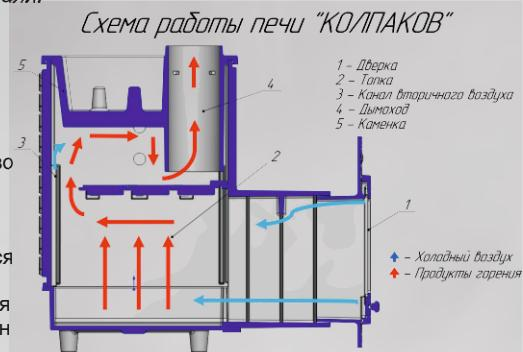

Рисунок 3
1.4.3 Процесс сжигания дров осуществляется в большой топке без применения колосниковой решетки. Идет полное сгорание топлива (рисунок 3).